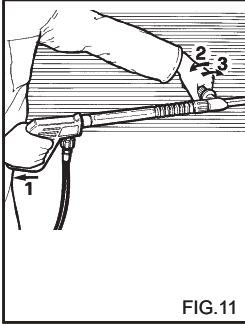

FIG.11
**ИСПОЛЬЗОВАНИЕ ДВОЙНОЙ НАСАДКИ ПИСТОЛЕТА (Fig.11) (дополнительный аксессуар).**